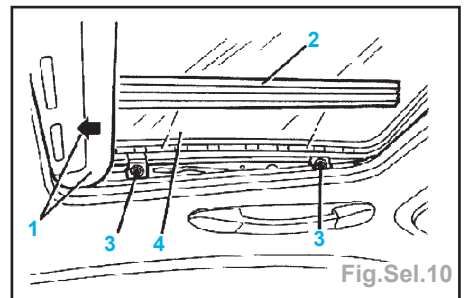

Fig.Sel.10
- Ouvrir le store (1), retirer les protections D. et G. (2), déposer les vis (3) et déposer le transparent (4) (Fig.Sel.10).